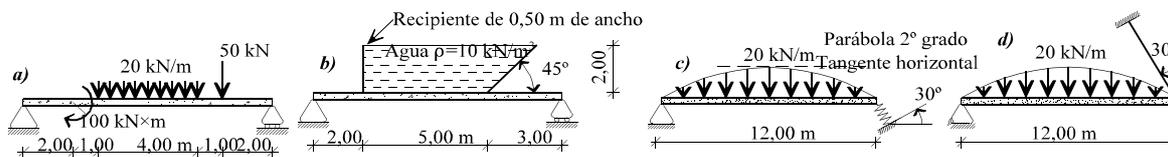

Figura 1
1) Dibujar sendos croquis con las reacciones acotadas en magnitud y sentido para las vigas de la figura 1: